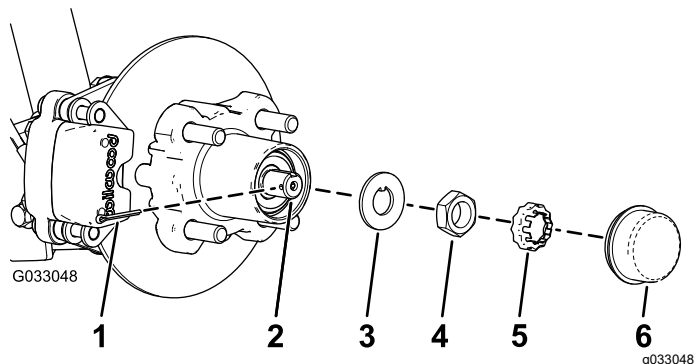
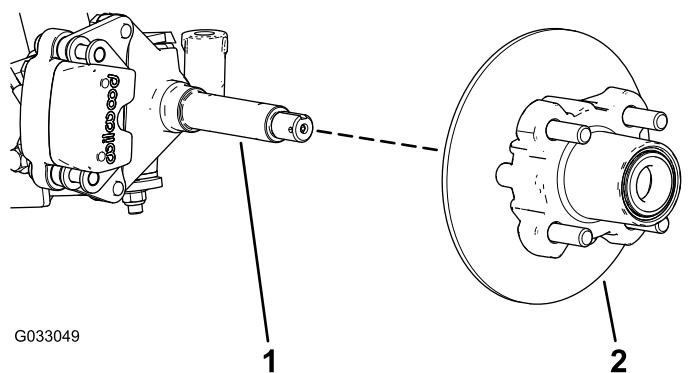

Figura 25
Figura 26
4. Rimuovete il coperchietto antipolvere dal mozzo (Figura 25).
5. Rimuovete la coppiglia e il fermadado dal mandrino e dal relativo dado (Figura 25).
6. Rimuovete il dado del mandrino dal mandrino e separate il gruppo mozzo e rotore dal mandrino (Figura 25 e Figura 26).